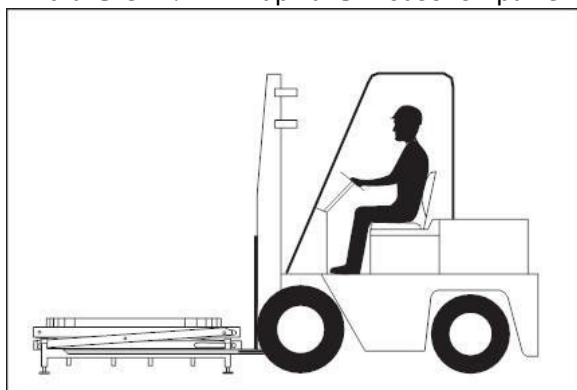

Рис. 9
2. Вставьте вилки в карманы в базовой раме. См. Рис. 9.